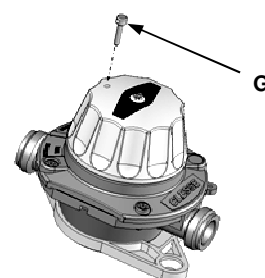

Fig. 7
La manette (A) du déclencheur peut être verrouillée en position de fermeture à l'aide d'une goupille de plombage (G) référence Clesse : P017301 (voir Fig.7).